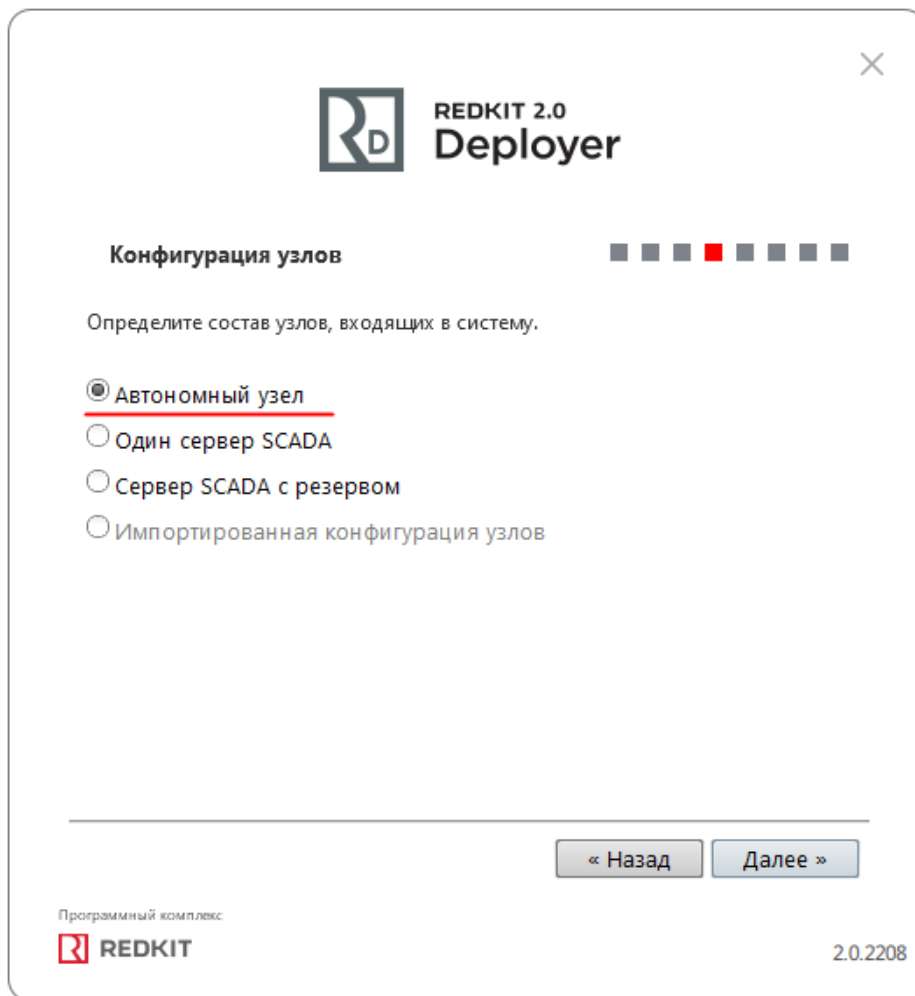

Рисунок 120 - Конфигурация узлов
9. Выберите конфигурацию узлов **Автономный узел** и нажмите **Далее** (Рисунок 120).